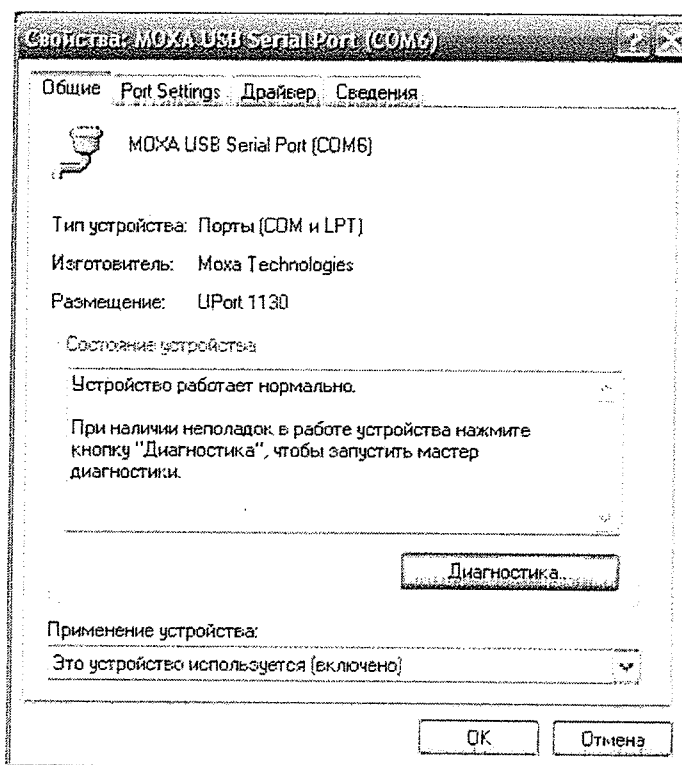

Рисунок 17 - Свойства MOXA USB Serial Port
2.2.2.6 Найти в списке «MOXA USB Serial Port (COM...), нажать на элемент списка правой клавишей мыши и выбрать пункт «СВОЙСТВА» (см. рисунок 17).